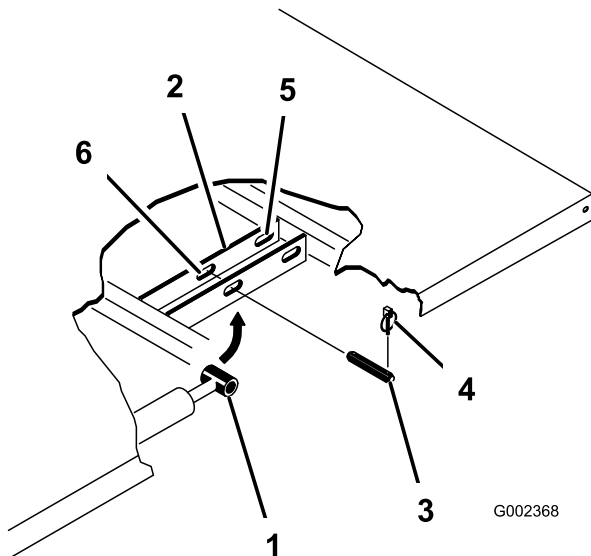

Figure 34
- Retirez les goupilles à anneau aux extrémités extérieures des axes des tiges de vérins (Figure 34).
- Retirez les axes de chape qui fixent les extrémités des tiges de vérins aux plaques de montage du plateau en les poussant vers l'intérieur (Figure 34).
- Enlevez les goupilles à anneau et les axes de chape qui fixent les supports de pivot aux profilés du cadre (Figure 34).